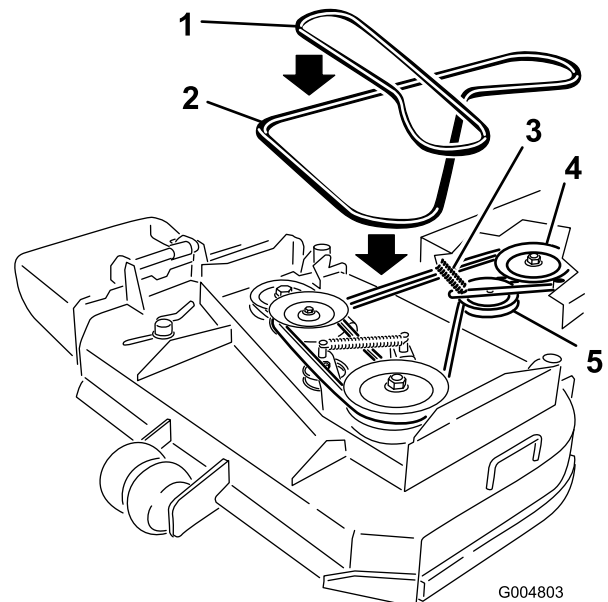

Bild 40
6. Rollen Sie den Riemen von der mittleren Spannscheibe am Mähwerk (Bild 40). Passen Sie beim Abnehmen des Riemens auf, da sich die Spannung aufgrund der gefederten Spannscheibe erhöht.
7. Nehmen Sie den Riemen von der Motorspannscheibe und der gefederten Spannscheibe ab (Bild 40).
8. Setzen Sie den neuen Riemen auf die Motorspannscheibe und die gefederte Spannscheibe auf (Bild 40).
9. Rollen Sie den Riemen auf die mittlere Spannscheibe am Mähwerk (Bild 40). Passen Sie beim Einsetzen des Riemens auf, da sich die Spannung aufgrund der gefederten Spannscheibe erhöht.